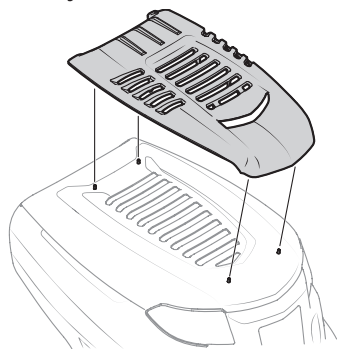

Figura 9
3. Calce la tapa del capó en su lugar usando el capó como guía. Consulte la Figura 9.